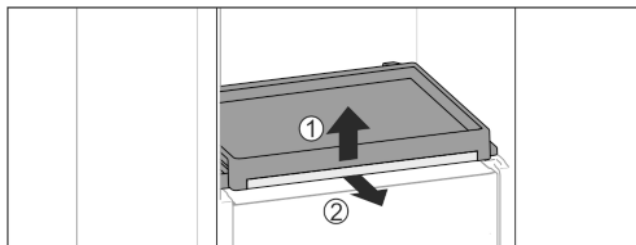

Fig. 36
- ▶ Выньте выдвижную панель со стеклянной панелью: Слегка приподнимите спереди стеклянную полку Fig. 36 (1) и потяните вперед Fig. 36 (2).